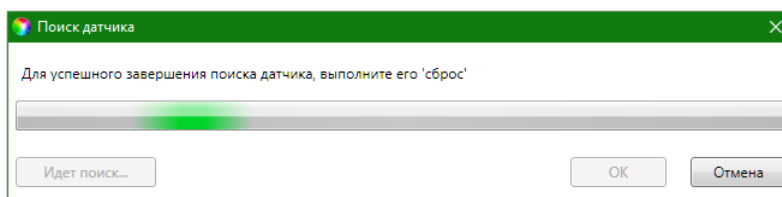

Рис. 4.16. Окно *Введите период тестов*
- После нажатия кнопки **OK** начнется поиск считывателя контроллером (рис. 4.16).